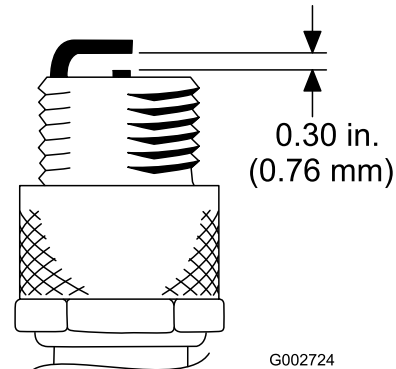

Bild 27
4. Stellen Sie den Abstand zwischen der Mittel- und der Masselektrode auf 0,76 mm ein (Bild 27). Schrauben Sie eine Zündkerze mit korrektem Elektrodenabstand in den Zylinderkopf ein und ziehen sie auf 23 Nm